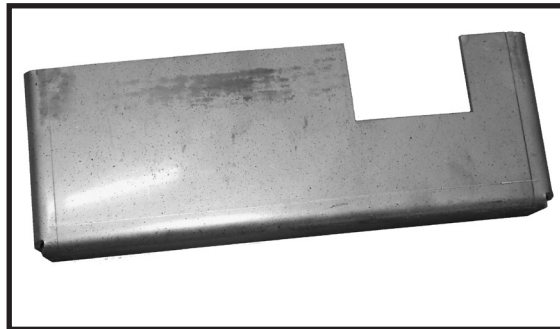

Figure 27: Écran inférieur.
1. Poser l'écran inférieur (Figure 27) en premier sur l'ensemble EBT tel qu'illustré à la Figure 29.